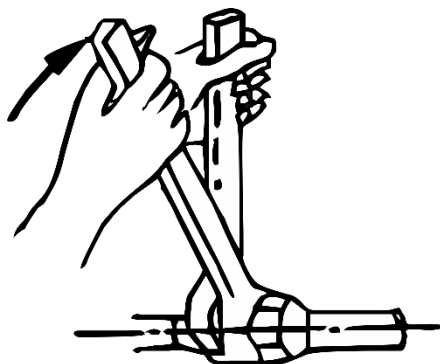

Figura 5 - Método de aperto da tubulação para evitar torção nos tubos
- Verifique a correta maneira de instalar a tubulação hidráulica de acordo com a figura 5.
- Ao conectar a tubulação de entrada e saída de água, use duas chaves para ajustar ambas as partes dos tubos, garantindo que os tubos de entrada e saída de água não sofram nenhuma torção (ver figura 5).